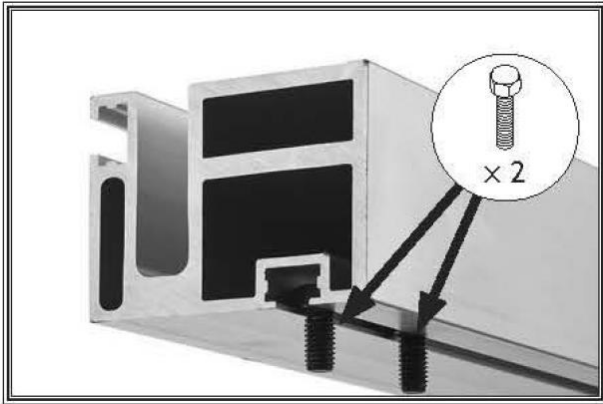

Рисунок 21. Расположение шестигранных болтов для крепления выключателя.
10. Снимите (2) болты с шестигранной головкой М8-1.25 x 16 с выключателя, затем снимите винт и торцевую крышку с левого конца направляющей параллельного упора. Вставьте шестигранные болты в нижний паз на левом конце параллельного упора (см. рисунок 21). Эти болты будут использованы позже для крепления выключателя.